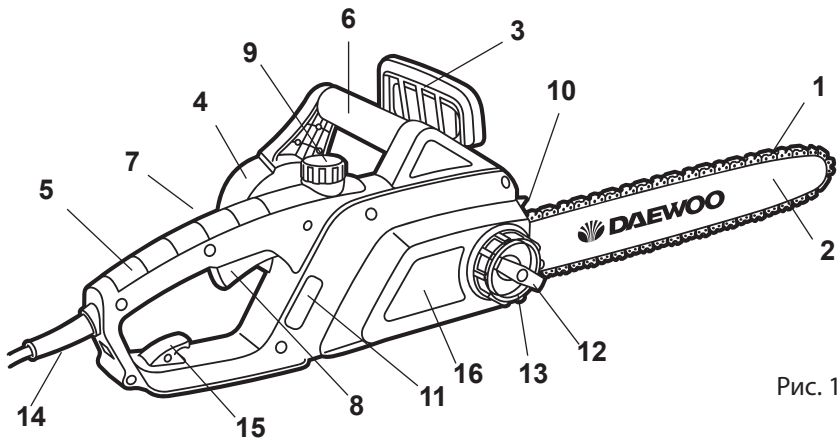

Рис. 1
1. Установите тормоз цепи 3 (Рис. 1) в нерабочее положение, потянув на себя в направлении к передней ручке.
2. Открутите ручку фиксации защитной крышки 12 (Рис. 1) и кольцо регулировки натяжения 13 (Рис. 1)
3. Снимите защитную крышку 16 (Рис. 1)
4. Наденьте на шину F (Рис. 2) пильную цепь 1 (Рис. 1), проверив правильность расположения зубьев цепи.
1. Для заполнения масляного бака откройте крышку 9 (Рис.1), при этом следите, чтобы в бак не попала грязь. Заполните бак маслом. Удалите остаток масла с горловины и из внутренней полости крышки. В крышке имеется воздушный клапан при засорении которого насос не работает. Следите, чтобы при эксплуатации пилы этот клапан оставался чистым.
2. Закройте плотно крышку. Во время работы периодически обращайтесь внимание на уровень масла через окно контроля уровня масла 11 (Рис.1).